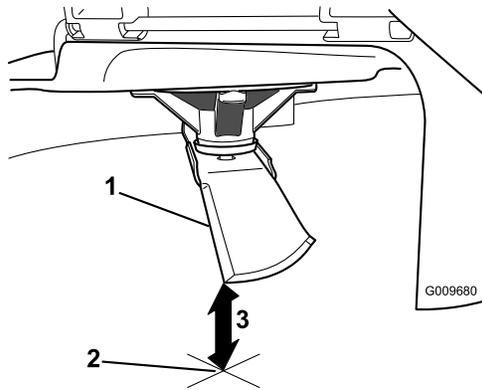

Figure 50
- Mesurez la distance entre la pointe de la lame et la surface plane (Figure 50).